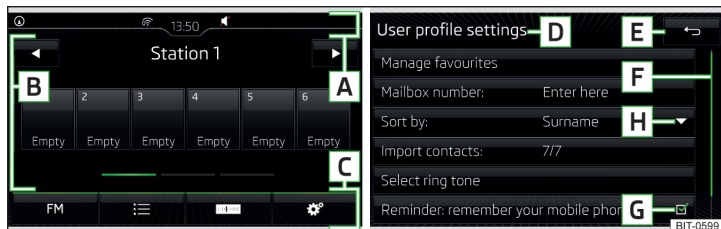
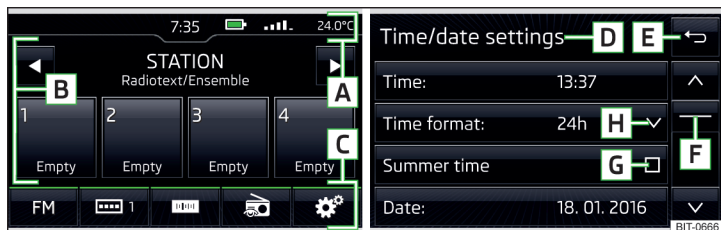

Abb. 164 Infotainment Columbus, Amundsen, Bolero: Bildschirmbereiche / Bildschirmanzeige
Abb. 165 Infotainment Swing: Bildschirmbereiche / Bildschirmanzeige
Beschreibung der Bildschirmanzeige » Abb. 164 bzw. » Abb. 165
- ▶ Durch Antippen der Funktionsfläche ▼ oder ▲ » Abb. 165 (gilt für das Infotainment Swing).